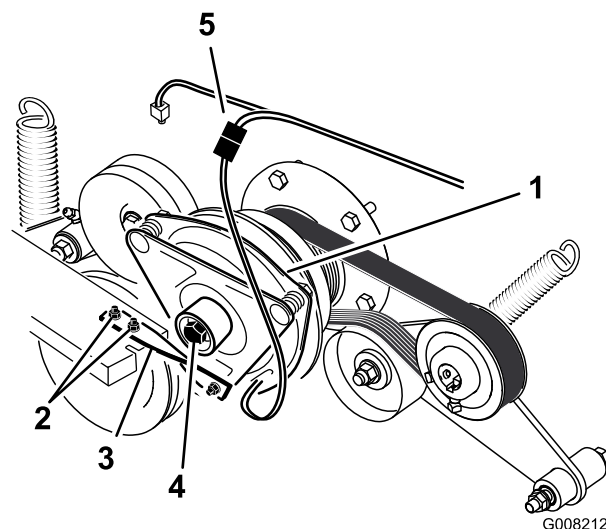

Figura 55
6. Scollegate la connessione elettrica della frizione (Figura 55).
7. Rimuovete i due bulloni che fissano la cinghia di gomma della frizione al telaio del tosaerba (Figura 55).
8. Rimuovete il bullone centrale che fissa la frizione all'albero motore e rimuovete la frizione e la chiave (Figura 55).
15. Tenendo l'albero a gomiti sulla parte posteriore della macchina, installate il bullone centrale e serratelo a 68 Nm (Figura 55).
16. Fissate la cinghia di gomma della frizione al telaio del tosaerba con i due bulloni e dadi precedentemente rimossi (Figura 55).
18. Collegare la connessione elettrica della frizione (Figura 55).